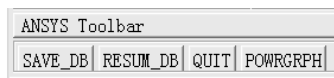

图 1-43 工具条
(2) 在“Contact Parameter Definitions”窗口中的“Contact Type”后边的第一个方框中选择“Single Surface”, 在“Contact Type”后边的第二个方框中选择“Automatic (ASSC)”。
(3) 在“Contact Parameter Definitions”窗口中的“Static Friction Coefficient”后边的方框内输入“0.3”。
(4) 在“Contact Parameter Definitions”窗口中的“Dynamic Friction Coefficient”后边的方框内输入“0.3”, 然后单击该窗口中的“OK”按钮。
(5) 单击操作界面左上角工具条中的“SAVE_DB”按钮(见图 1-43), 保存文件。